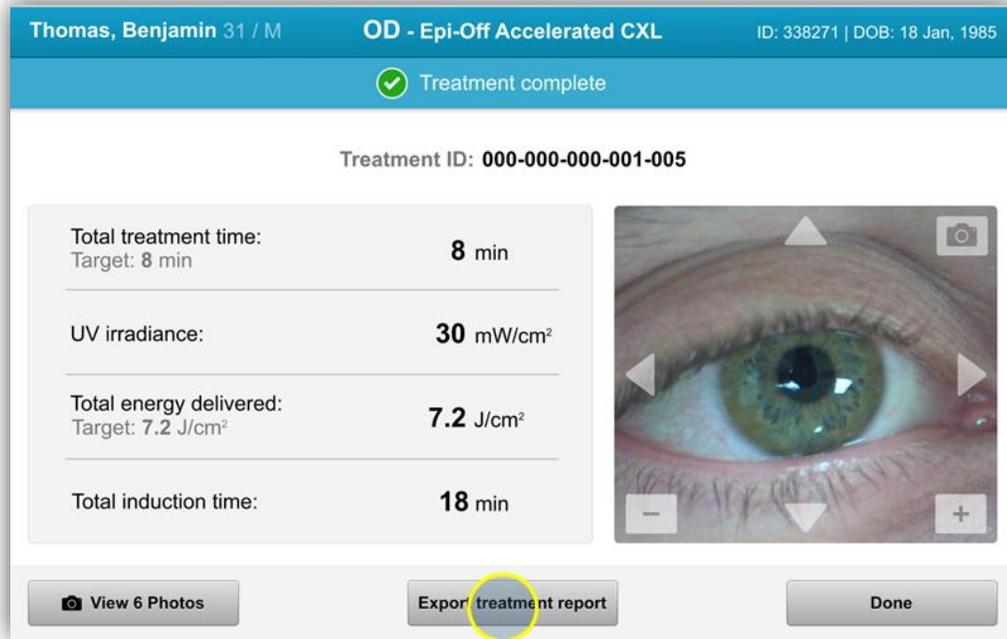

Figura 3-40. Exportando o relatório de tratamento
- Selecione 'exportar o relatório de tratamento', conforme mostrado na Figura 3-40, para salvar o relatório em um cartão de memória USB.